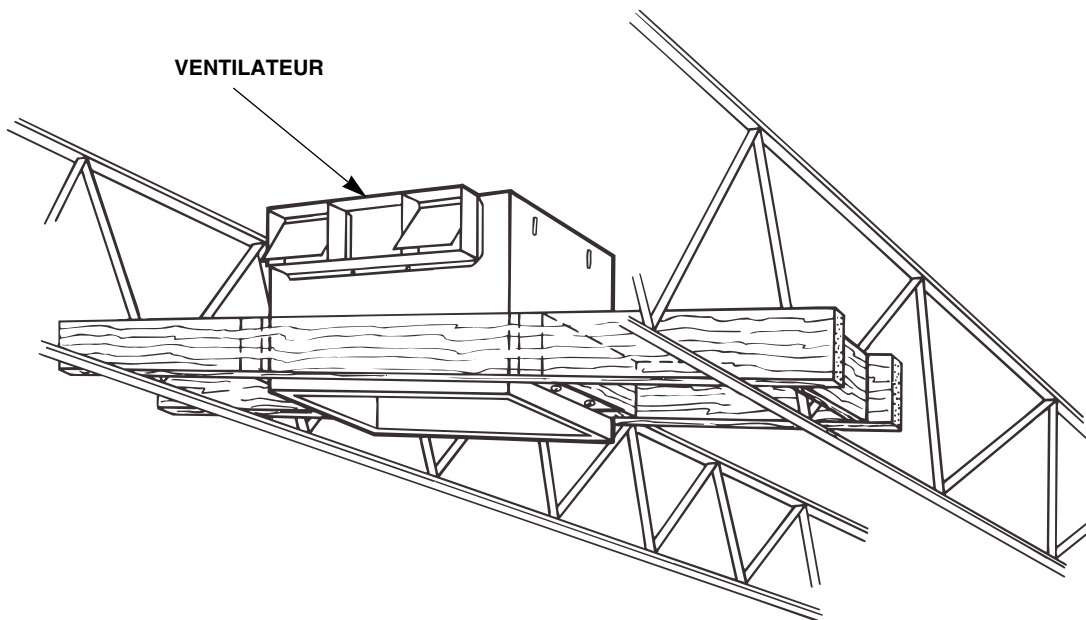

FIGURE 4
1. Voir Figure 4. Prévoir un solide cadre de montage pour un niveau sonore le plus bas possible.